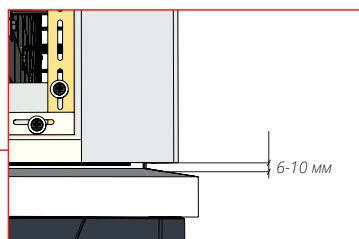

Рисунок 22.3
- 12.3** В нижней части наружный угол подрезается параллельно отливу и монтируется с зазором для теплового расширения 6-10 мм (Рис. 22.3).
- 13.3** В нижней части угол, состоящий из двух J-профилей, подрезается параллельно отливу, монтируется с зазором на тепловое расширение 6-10 мм, аналогично наружному углу (Рис. 22.3).